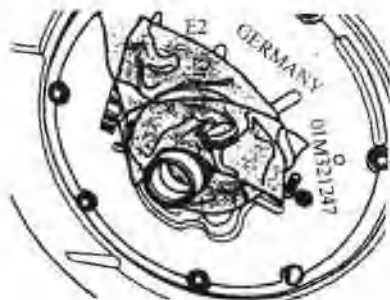

图 5.12 涡轮轴和旁边孔的位置
- ③ 通过仔细塞住涡轮轴和旁边的孔来保护变速器, 如图 5.12 所示。
④ 使用锯条将轴套锯开。